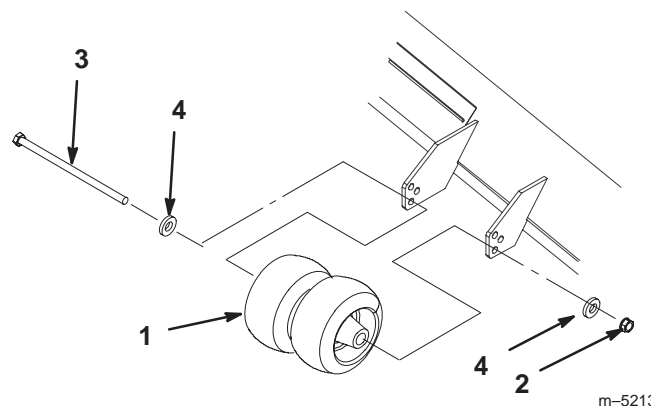

Figure 21
1. Lorsque la hauteur de coupe est réglée, enlevez le boulon, les rondelles et l'écrou (Fig. 21).
2. Choisissez le trou requis pour que les roues de jauge soient à 9,5 mm ou plus du sol pour la hauteur de coupe utilisée (Fig. 21).
3. Remettez le boulon, les rondelles et l'écrou (Fig. 21).